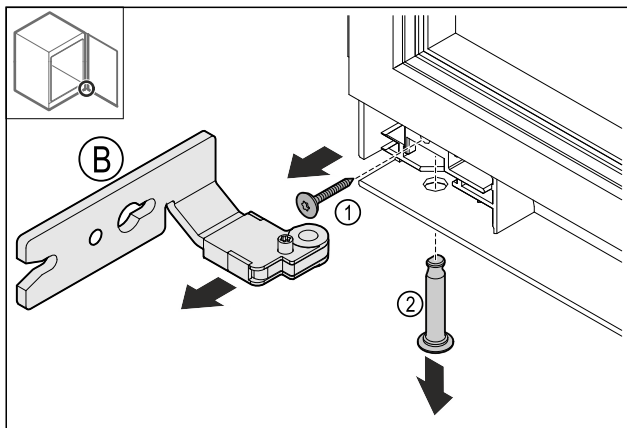

Fig. 15
- Ta bort skruven. Fig. 15 (1).
- Ta bort stiftet Fig. 15 (2).
- Ta bort gångjärnet Fig. 15 (B).